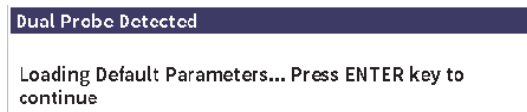

Abbildung 11-33 Dialogfeld Dual Probe Detected
Ist ein Evident Sender-Empfänger-Prüfkopf an das EPOCH 6LT angeschlossen, erscheint ein Dialogfeld mit der Aufforderung Enter zum Fortfahren zu drücken (siehe Abbildung 11-33 auf Seite 223).
9. Bei Verwendung eines Prüfkopfs ohne Mittelstift, wählen Sie einen Prüfkopf im Fenster **Transducer Setup** aus, nachdem das Korrosionsmodul aktiviert wurde (siehe Abbildung 11-33 auf Seite 223).